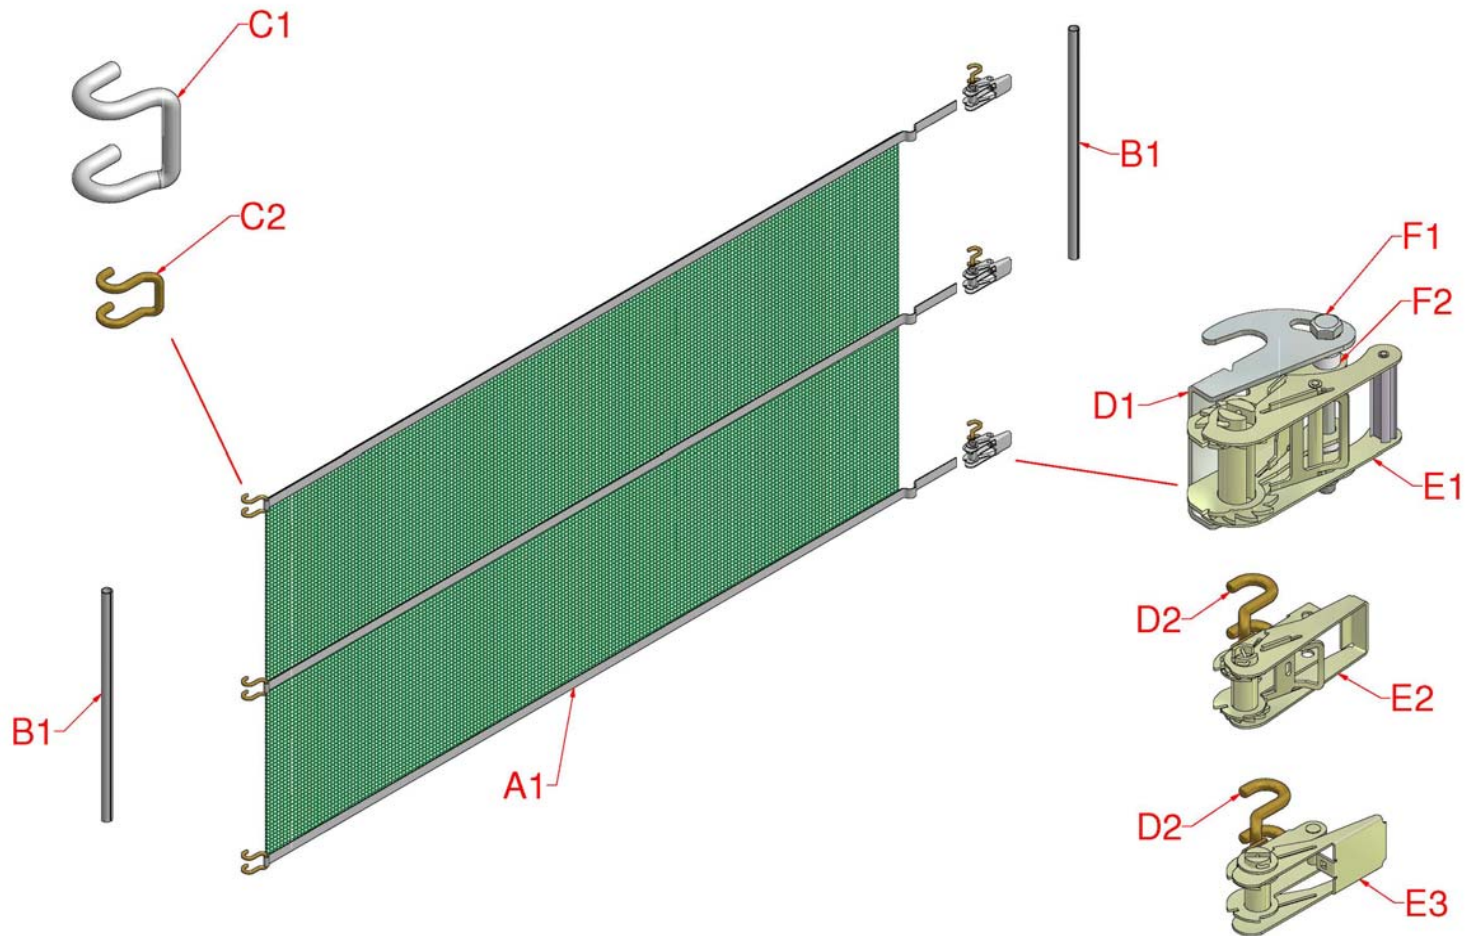

Abbildung 1: Systemübersicht und Einzelteile
1. Prüfen Sie Ihre Bayscreen-Lieferung anhand der Teileliste und Abbildung 1 auf Vollständigkeit. Halten Sie das Netzmaterial von scharfen Gegenständen und Kanten fern.